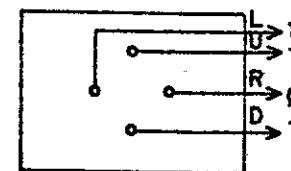

figura 5-8 - movimento para a direita.
Na figura 5-8 vemos como seriam os níveis dos pontos se o joystick fosse deslocado para a direita (R).